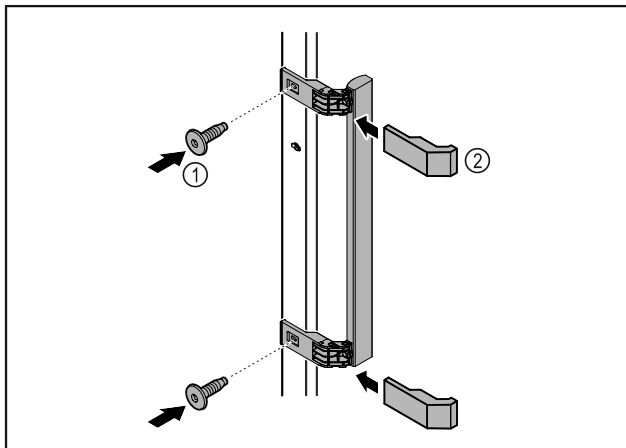

Fig. 50
- ▶ Τοποθετήστε τη λαβή από τη συσκευασία με τις βίδες Fig. 50 (1) στην πόρτα.
- ▶ Τοποθετήστε το κάλυμμα Fig. 50 (2).